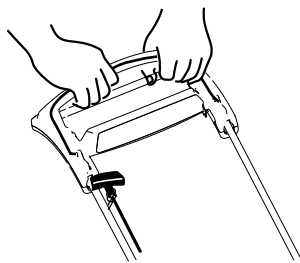

Figura 17
3. Sujete la barra de control de las cuchillas contra el manillar (Figura 17).